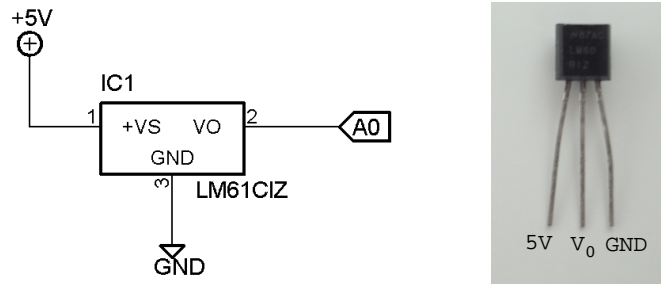

図 3.20: 温度センサ（右図）の温度で変化する電圧変化を Arduino で観測する回路図
基礎実験 2.5 では図 3.20 のような回路を組んで温度センサによる温度の計測を行った．温度センサの出力電圧を  $V_0$  [mV]，温度を  $T$  [°C] とすると，
1. 図 3.20 に示す回路を Arduino とブレッドボードを用いて構成する.